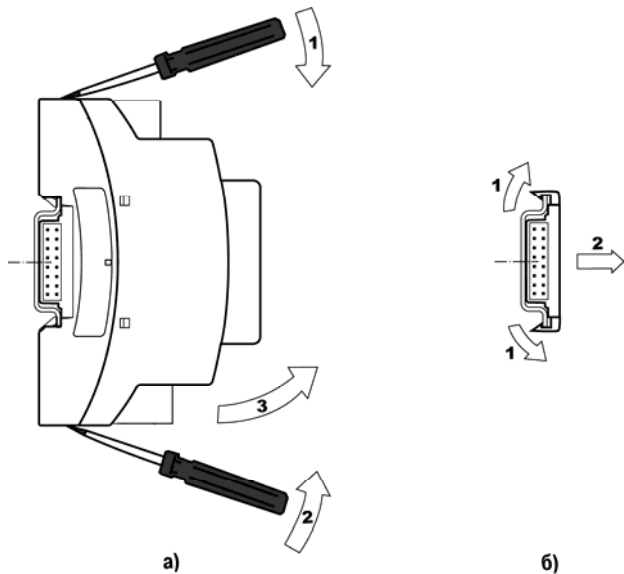

Рисунок 5.3 – Демонтаж модуля с DIN-рейки
- отсоединить антенну, при помощи отвертки открыть защёлки, фиксирующие модуль на DIN-рейке (см. рисунок 5.3, а).
- для снятия соединителя следует поддеть пальцами одновременно все его крючки, потянуть на себя (см. рисунок 5.3, б).